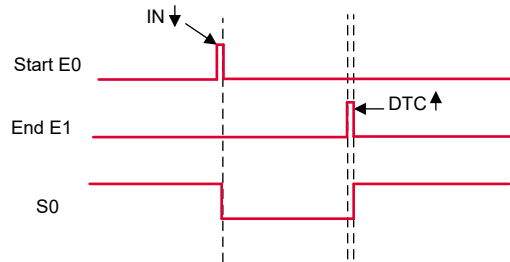

图 4-2. FSW 模块中的状态机
1. 定义 CLB 计数器的检测窗口，因为只需要检测 IN 信号的下降沿和 DTC 信号的上升沿之间的高电平事件。有限状态机 (FSM) 模块用于创建检测窗口，其中 E0 是指 IN 的下降沿，而 E1 是指 DTC 的上升沿，如图 4-2 所示。S0 的 FSM 公式可以推导为